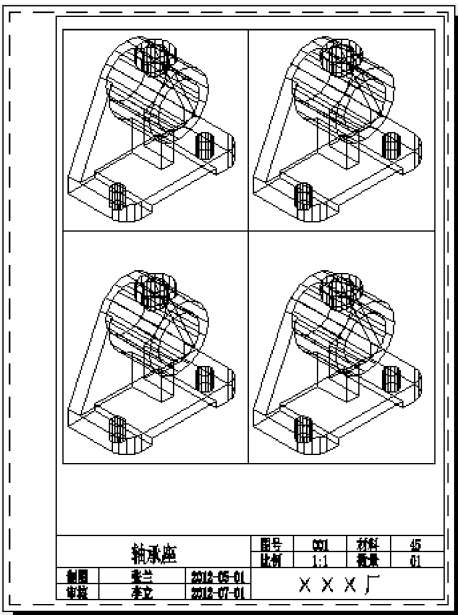

图 10-53 轴承座图纸空间四视口
- Step 7** 创建轴承座图纸空间四视口：调用“视口”工具栏的“显示‘视口’对话框”命令，打开“视口”对话框(图 9-10)。在“标准视口”列表框中选择“四个：相等”选项，单击“确定”按钮，创建轴承座图纸空间四视口，如图 10-53 所示。